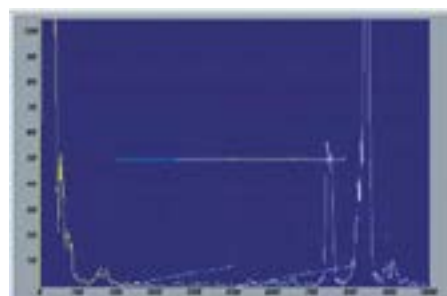

図2 超音波波形のワイド表示
- 3)超音波波形画面をワイド表示することで、幅の広い材料に対しても波形を確認しやすくしています(図2)。